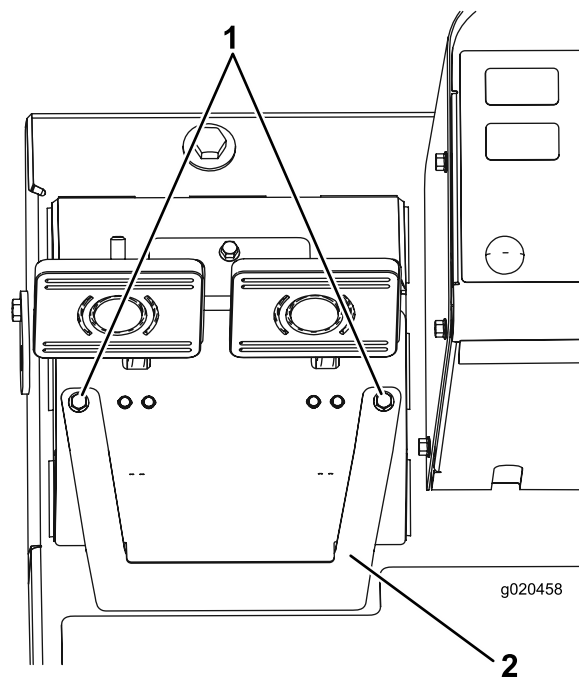

Figura 70
- A. Allentate le 2 viti di fissaggio e rimuovete il coperchio di regolazione dei freni (Figura 70).